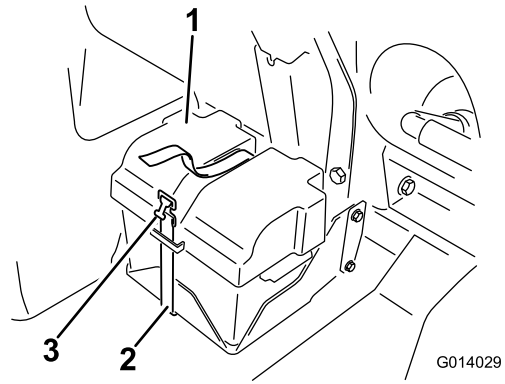

图47
3. 安装电池盖、使用之前拆下的箍带将盖子箍紧 **图47**。